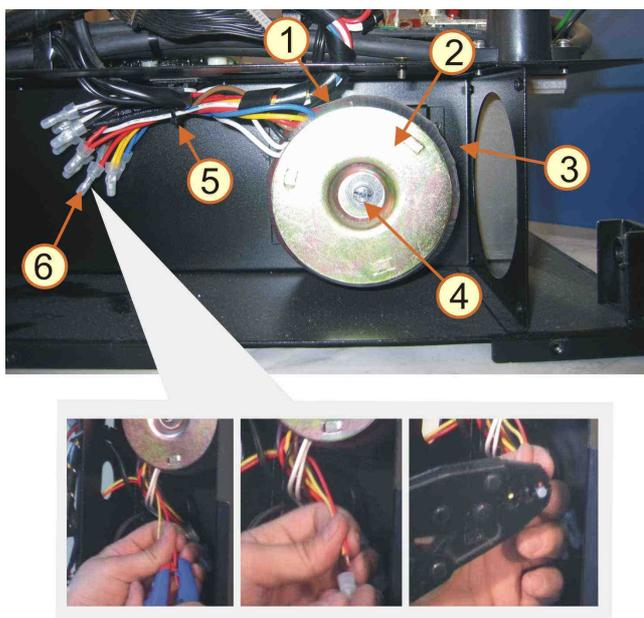

Рис. 7.1.
7.1.1. Установить частотный преобразователь на рабочий стол. Закрепить трансформатор 1 в месте с изоляционной прокладкой и шайбой 2, вкрутив винт 4 в резьбовое отверстие основания корпуса 3 (рис. 7.1).
7.1.2. Зачистить концы проводов трансформатора и концы проводов, выходящих из электронного отсека преобразователя. Соединить провода по меткам (нанесенным при разборке) или по образцу, вставить скрученные жилы в концевые заглушки 6, обжать кримпером (рис. 7.1).